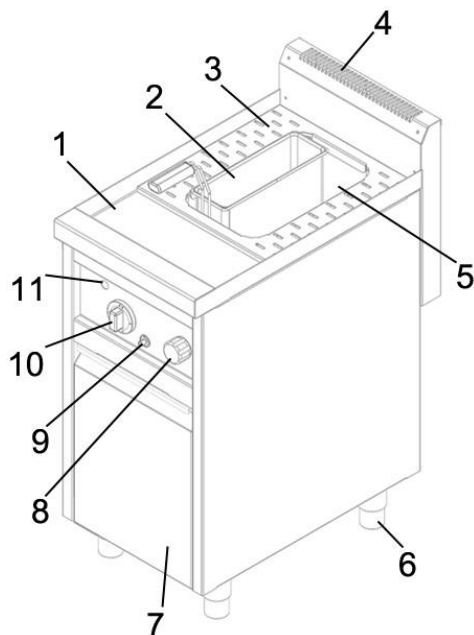
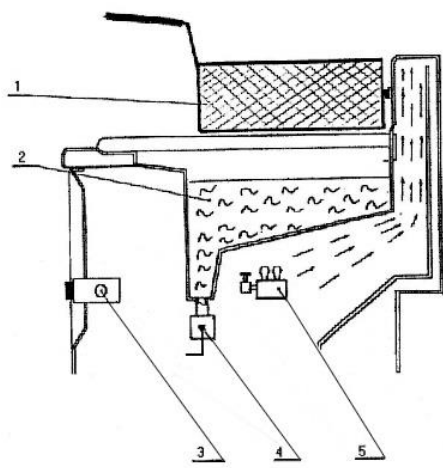

Рис.1. Общее устройство газовой макаронварки
Рис.2. Общее устройство варочной ванны
На рис.1 приведено общее устройство газовой макаронварки. Макаронварка располагается на закрытом кабинете с распашной дверью 7 (рис.1). Она может иметь 1 или 2 варочных камеры 5 (рис.1) в которых размещаются 2 корзины 2 (рис.2) из нержавеющей стали, на каждой ванне также располагается съемная решетка для фиксации корзин 3 (рис.1), которая используется для удаления из корзины избыточной жидкости. За ванной располагается коллектор 4 (рис.1) с вентиляционными отверстиями. Через отверстия в коллекторе удаляются продукты сгорания, они имеют очень высокую температуру.
Высота устройства регулируется ножками 6 (рис.1). В ванне располагаются решетка для корзин, излив из которого поступает водопроводная вода и перелив в который поступает лишняя вода, при достижении максимального уровня воды ванне. Вода из перелива поступает в канализацию.
Под ванной располагаются основная и запальная газовой горелки 5 (рис.2). Запальная горелка осуществляет розжиг основной, а последняя нагревает ванну с водой. Также под ванной размещается сливной кран с рычагом 4 (рис.2), предназначенный для слива жидкости из ванны пастоварки. При открытом кране вода сливается в канализацию.
- кнопка пьезорозжига 9 (рис.1);
- ручка регулировки подачи газа (мощности горелки) 10 (рис.1);
- смотровое отверстие для контроля пламени запальной горелки 11 (рис.1);
- ручка регулировки подачи воды 8 (рис.1).
Все водные коммуникации расположены в кабинете устройства 7 (рис.1).
- Поверните ручку подачи воды 8 (рис.1) против часовой стрелки.